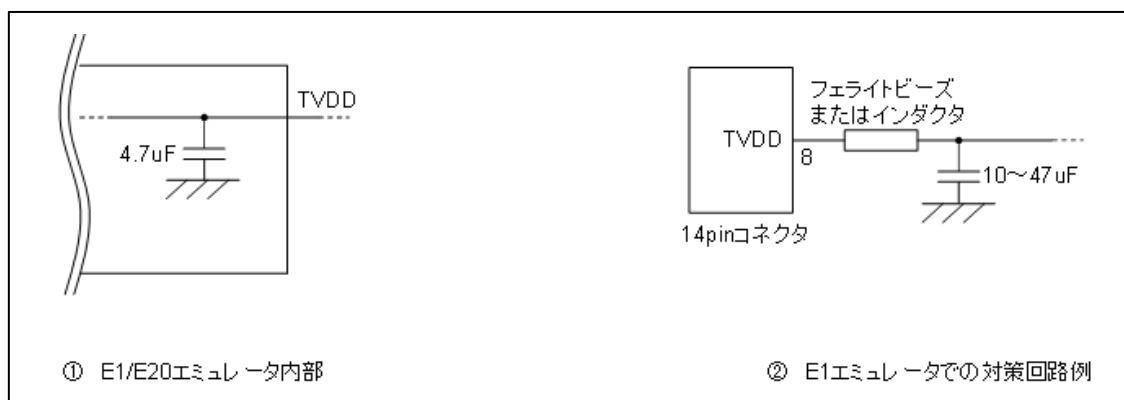

図 2-7 ホットプラグイン向け対策回路
ホットプラグイン接続を行う可能性がある場合には、下記のような回路構成にしておく必要があります。図 2-7 ①のように E1 エミュレータの 8 番ピンには、エミュレータ内部で 4.7 $\mu$ F のコンデンサが付いているため、ホットプラグイン接続を行う場合はユーザシステム上の電源電圧が一瞬低下する場合があります。この電圧降下により MCU リセットが発生する可能性があります。図 2-7 ②に示すように、エミュレータ接続コネクタの TVDD ラインの直近にフェライトビーズ (またはインダクタ) と低 ESR で大きめのコンデンサを付けることで症状を軽減することができますが、本対策は、電圧降下を完全に改善するものではありません。なお、ホットプラグイン接続はデバッグ時のみ有効な機能であり、本機能を使用する場合は、別売のホットプラグインアダプタが必要です。